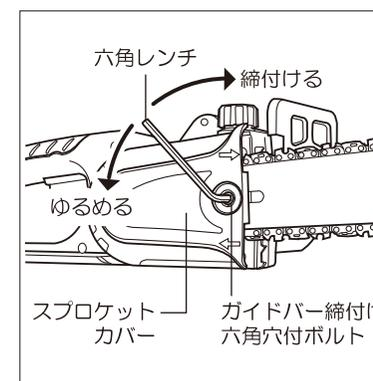
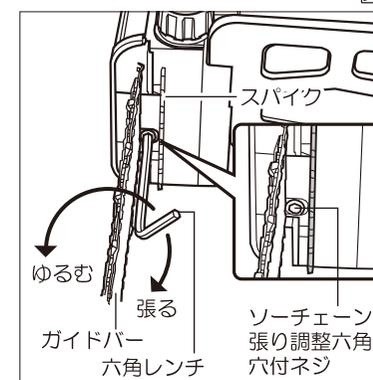
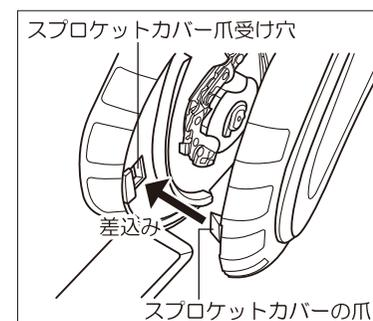

図6
図7
図14
- ①スプロケットカバーに付いているガイドバー締付け六角穴付ボルトを、付属の六角レンチでかるく左回してゆるめてください。(図6参照)
- ②ガイドバーとスパイクの間にある、ソーチェーン張り調整六角穴付ネジを付属の六角レンチで回し、ソーチェーンの張りを調整してください。(図7参照)
- ③張り調整六角穴付ネジを右に回すとソーチェーンは張り、左に回すとゆるみます。(図7参照)
- ④ガイドバーの中間でソーチェーンを指で軽く引き上げ、ソーチェーンの張りがガイドバーとソーチェーンとの間が4~5mm程度であることを確認してください。(P.8ソーチェーンの張り確認参照)
- ⑤ソーチェーンの張り調整が終わりましたら、ガイドバー締付け六角穴付ボルトを確実に締付けてください。(図6参照)
- ④ソーチェーン張り調整六角穴付ネジを付属の六角レンチで回し、軽くソーチェーンを張ってください。(ソーチェーン張り調整六角穴付きネジは、ガイドバーとスパイクの間にあります。P.10図7参照)
- ⑤スプロケットカバーをかぶせてください。
- ☑カバーの爪を本体の爪穴に先に差込みます。(図14参照)